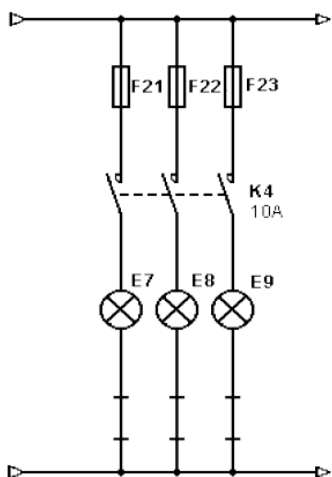

Figure 12 : schéma d'un montage (représentation développée).
- représentation développée (exemple figure 12) : les symboles des différents éléments d'un même appareil ou d'une même installation sont séparés et disposés de manière que le tracé de chaque circuit puisse être facilement suivi. C'est la tendance actuelle dans tous les schémas de circuits.